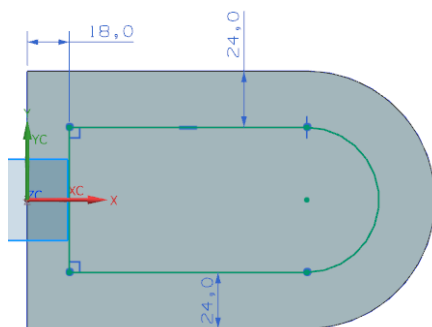

图 5-10 绘制草图
(3) 进入草图设计环境，绘制如图 5-10 所示的裁剪轮廓。单击“完成”图标，草图绘制完毕。